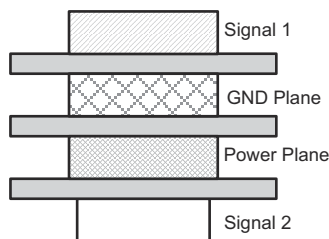

図 10-3. 4 層ボードのスタックアップ
8. USB に伴う高周波のため、少なくとも 4 層のプリント基板を推奨します。図 10-3 に示すように、2 つの信号層をグラウンド層と電源層で分離した構成です。